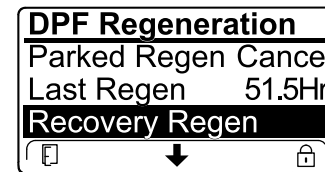

Figure 53
- Si le calculateur moteur n'a pas demandé de régénération d'urgence et que vous naviguez jusqu'à l'option RECOVERY REGEN (régén. d'urgence), la régénération d'urgence se bloque et l'icône de blocage (Figure 53) apparaît en bas à droite de l'InfoCenter.